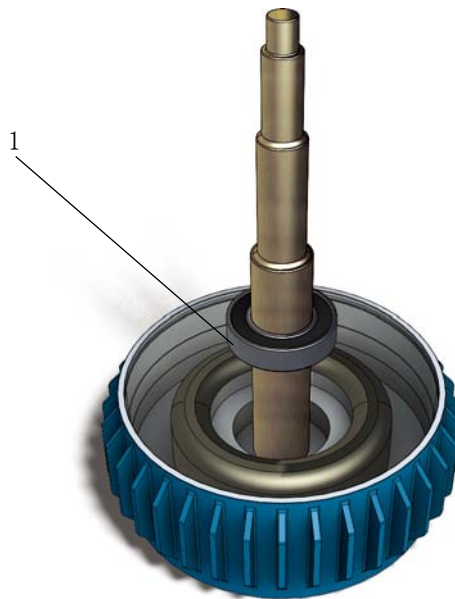

图 1.7-6
- 将电机风罩、风叶、后盖卸掉、取出转子（注意不要擦伤电机线圈，图 1.7-6）；
- 用三爪拉马拉出轴承（图 1.7-6）。